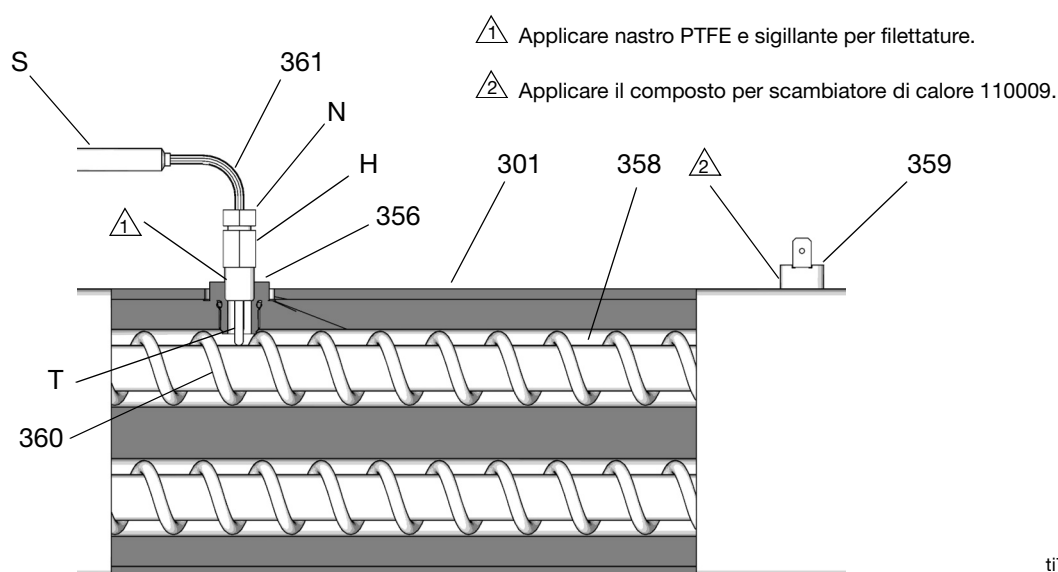

FIG. 8: Termocoppia
7. Vedere FIG. 8. Allentare il dado della ghiera (N).
8. Sostituire la termocoppia, FIG. 8.
- a. Rimuovere il nastro protettivo dall'ugello della termocoppia (T).
- b. Applicare nastro in PTFE e sigillante per filettature alle filettature maschio, quindi serrare il corpo della termocoppia (H) sull'adattatore (356).
- c. Premere la termocoppia (361) in modo che l'ugello (T) tocchi l'elemento del riscaldatore (358).
- d. Tenendo la termocoppia (T) rivolta contro l'elemento del riscaldatore, serrare il dado della ghiera (N) di un altro 1/4 di giro dopo aver stretto manualmente.
9. Inserire i fili (S) nel quadro e formare un fascio come spiegato in precedenza. Ricollegare i fili alla scheda.
11. Accendere simultaneamente i riscaldatori A e B a scopo di prova. Le temperature devono aumentare alla stessa velocità. Se un riscaldatore è presenta valori più bassi, allentare il dado della ghiera (N) e serrare il corpo della termocoppia (H) per assicurare che l'ugello della termocoppia (T) tocchi l'elemento (358).
5. Scollegare un filo conduttore dall'interruttore di sovratemperatura (359), FIG. 8, pagina 33. Controllare l'interruttore mediante un ohmmetro. La resistenza deve essere di circa 0 ohm.
6. Se il test dell'interruttore ha esito negativo, rimuovere i fili e le viti. Smaltire l'interruttore guasto. Applicare la pasta termoconduttiva codice 110009, installare un nuovo interruttore nello stesso punto sul corpo (351) e fissare con le viti (311). Ricollegare i fili.